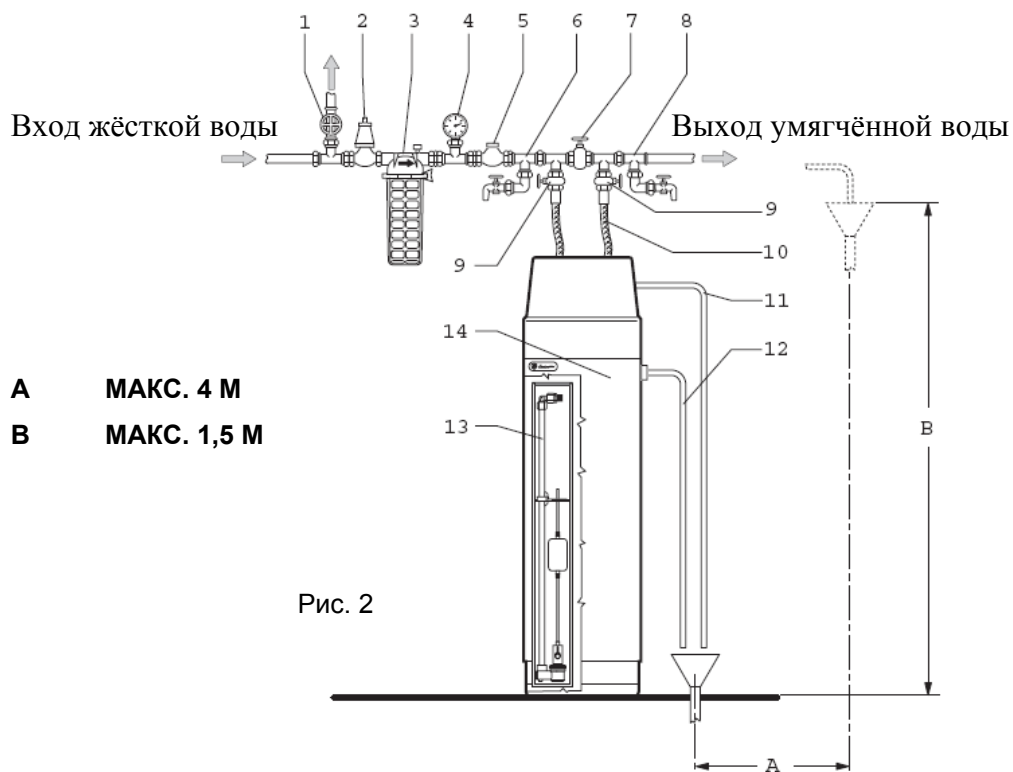

Рис. 2
- Воронка выходящей воды должна располагаться не выше 1,5 м от пола. Сливной трубопровод не должен быть длиннее 4 м, он не должен ограничивать сток воды (см. рис. 2 на стр. 17).
- b) Откройте ручной байпас (см. рис. 2, поз. 7)
- h) Откройте кран, обеспечив поступление умягченной воды в систему. Отрегулируйте при помощи регулятора жесткости (см. рис. 2, поз. 7, на стр. 17) остаточную жесткость на значение 15°F для бытового потребления воды, как предписано DPR 236/88.